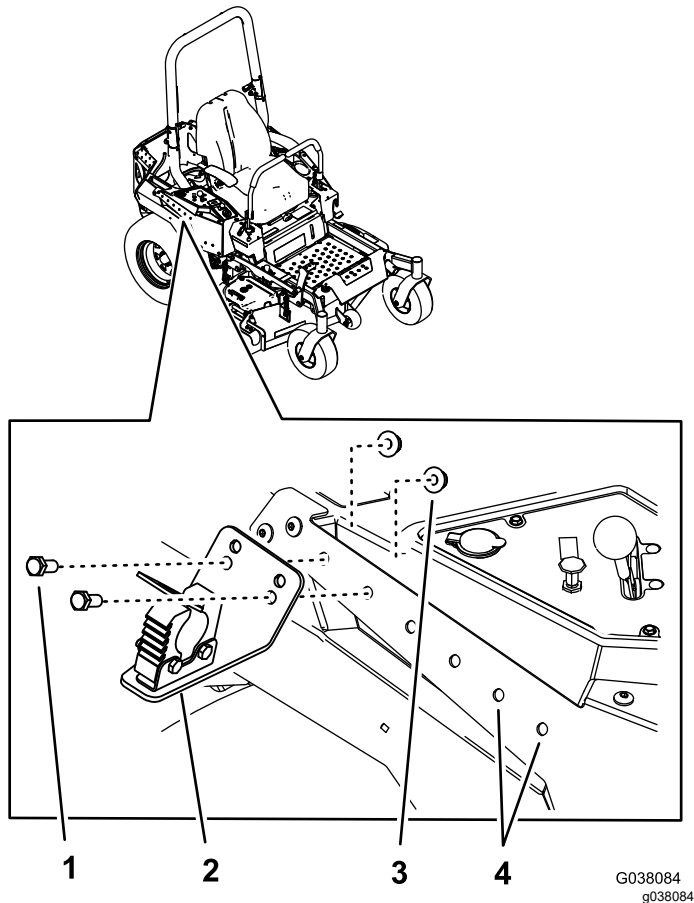

Рисунок 7
- Встановіть задній вузол кріплення на правій боковій панелі машини, використовуючи 2 гвинти (3/8 x 7/8 дюйма) та 2 гайки (3/8 дюйма), як показано на рисунку **Рисунок 7**.